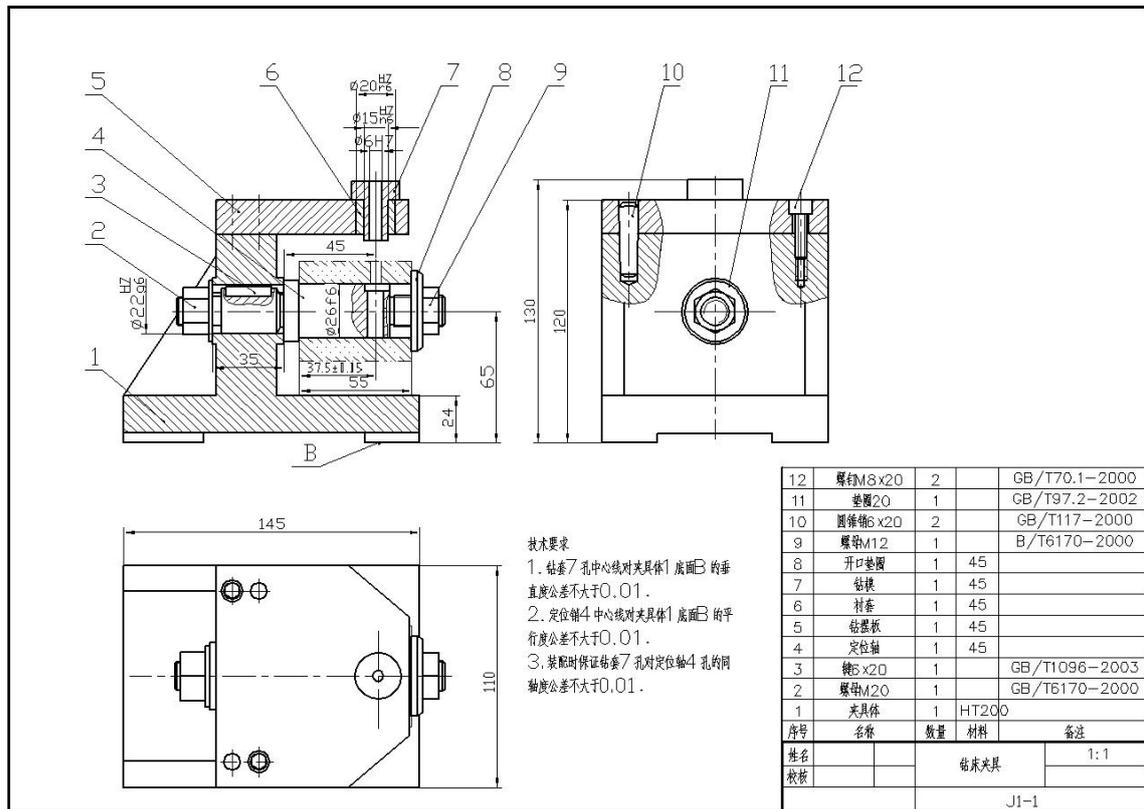

图 1-2-1 钻床夹具装配图
(1) 任务描述：根据钻床夹具装配图（如图 1-2-1 所示），拆画出序号 4 定位芯轴的零件图。